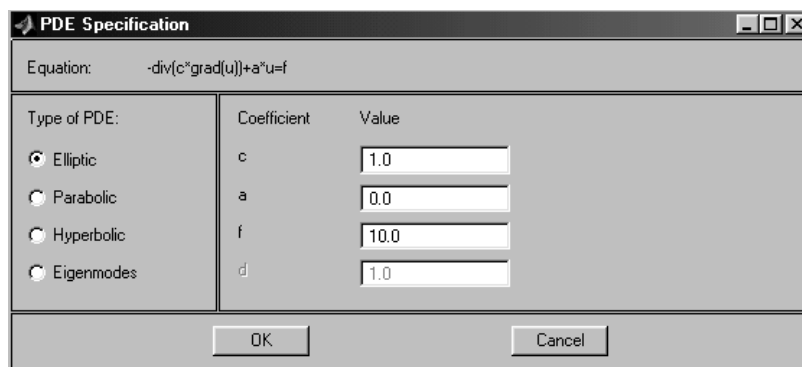

Рисунок 7.3 – Диалоговое окно ввода коэффициентов PDE
**PDE Specification** – ввод параметров (коэффициентов) PDE. По данной команде раскрывается диалоговое окно (рисунок 7.3), предлагающее ввести нужные значения параметров.